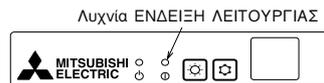

Fig. 9-4
9.3.2. Ασύρματο τηλεχειριστήριο (Fig. 9-4)